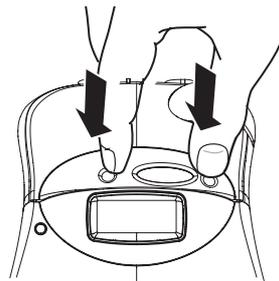

Abb. 3
1. Drücken Sie auf den Kassettendeckel, um den Deckel des Kassettensfachs zu öffnen. Siehe Abb. 3